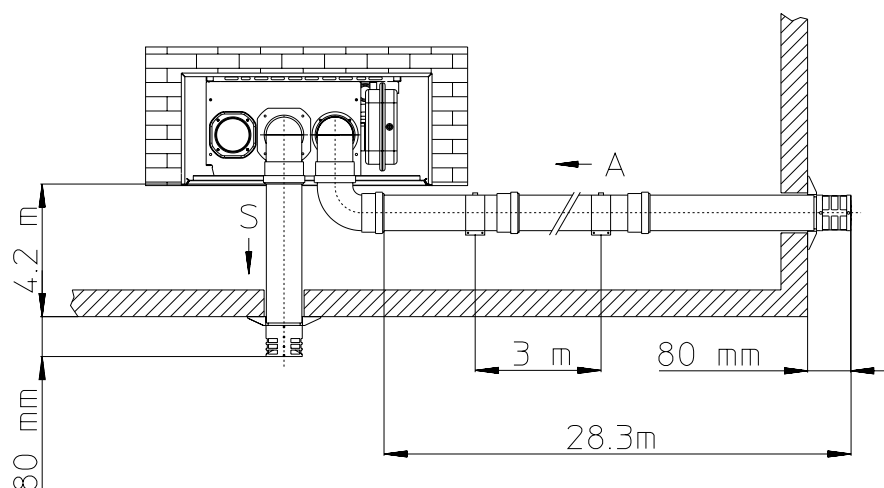

Fig. 1-17
- Prolunghe per kit separatore Ø 80/80 (Fig. 1-17). La massima lunghezza rettilinea (senza curve) in verticale, utilizzabile per i tubi di aspirazione e scarico Ø 80 è di 41 metri di cui 40 in aspirazione e 1 in scarico. Questa lunghezza totale corrisponde ad un fattore di resistenza uguale a 100. La lunghezza totale utilizzabile, ottenuta sommando le lunghezze dei tubi Ø 80 di aspirazione e scarico, può raggiungere come massimo i valori riportati nella tabella seguente. Nel caso in cui si debbano usare accessori o componenti misti (esempio passare dal separatore Ø 80/80 ad un tubo concentrico), si può calcolare l'estensione massima raggiungibile utilizzando un fattore di resistenza per ogni componente, oppure la sua lunghezza equivalente. La somma di questi fattori di resistenza non deve essere maggiore del valore 100.